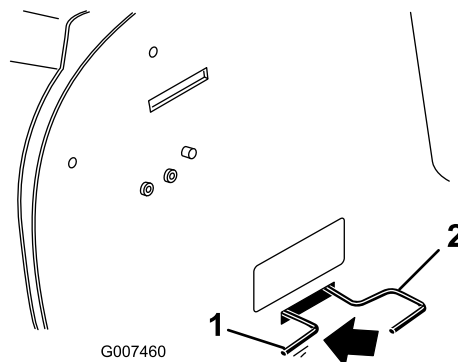

Figura 12
5. Empuje hacia dentro la palanca de control de tracción y deslícela hacia la izquierda para bloquearla (modelo 70186 solamente) (Figura 12).